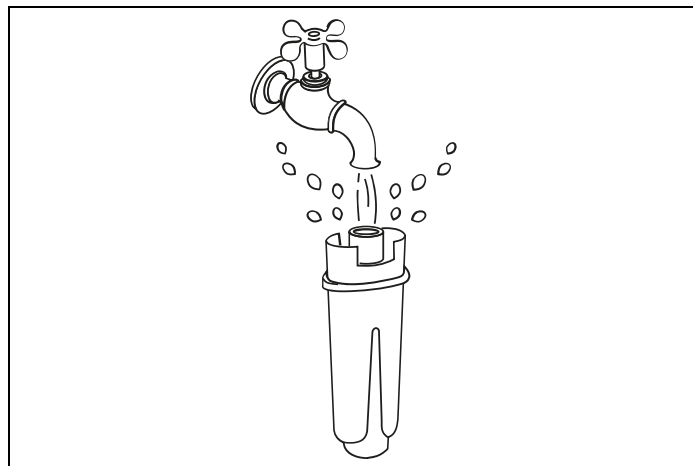

Fig. 61
- 1) **Fyll filter med vatten tills det är helt fyllt** (Fig. 61 ). För att aktivera filtret, spola kranvatten genom hålet i filtret såsom visas i figuren tills vatten kommer ut från öppningarna på sidorna under mer än en minut. Tryck på  NEXT.